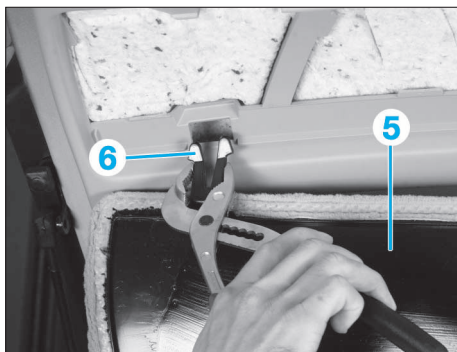

FIG. 86
- Comprimer le support (6) avec précaution et déposer la garniture (5) (Fig.86).